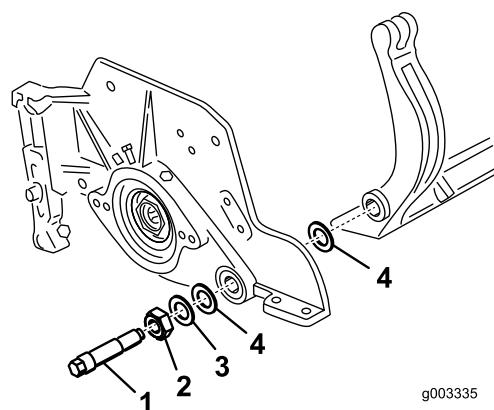

図 36
ベッドバーの両端にナイロンワッシャー2個とスチールワッシャー1個を配置する(図 36)。
3. サイドプレートのボスの両側にナイロンワッシャーを入れる。その外側からスチール製ワッシャーを取り付ける図 36。